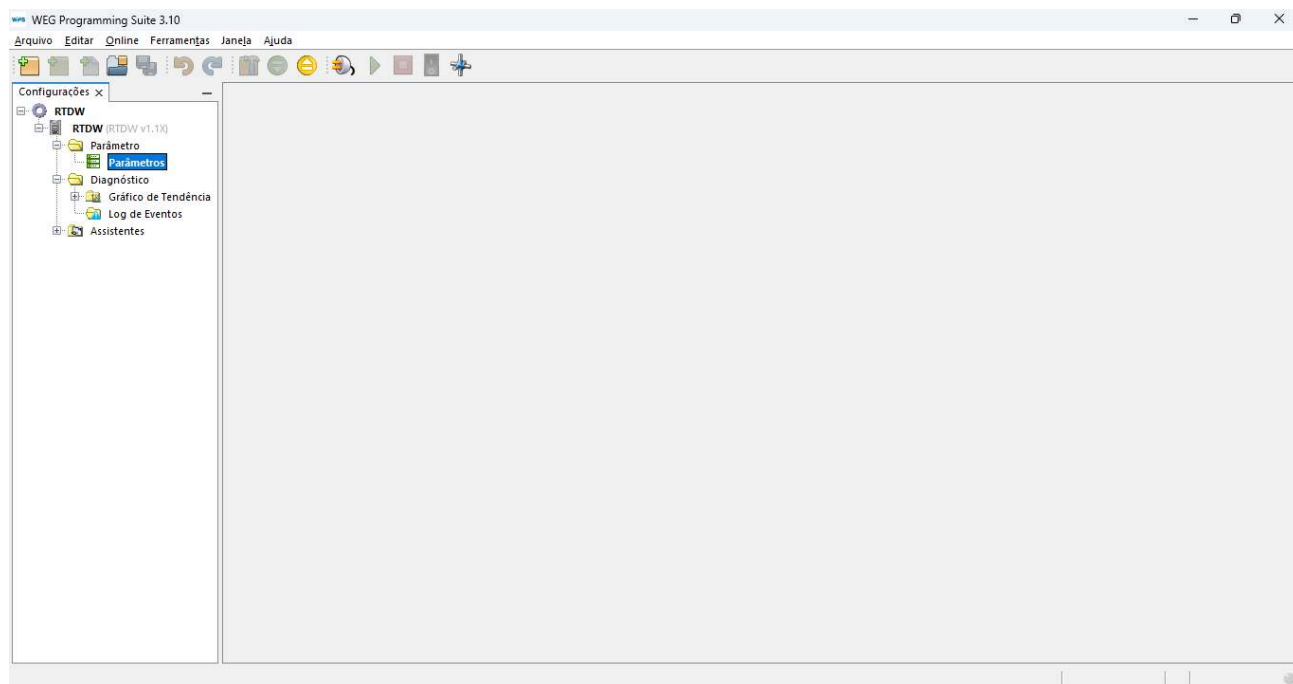

Figura 6.44: Configurações disponíveis
- Na aba “Configurações” na lateral esquerda da tela, clique e abra a pasta “Parâmetros” conforme mostra a Figura 6.44 na página 6-49.